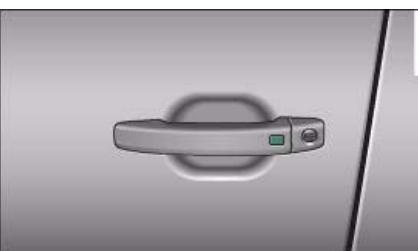

Fig. 24 Manilla de la puerta: Bloquear el vehículo
- Toque **una vez** el sensor que hay en la manilla de la puerta \Rightarrow página 33, fig. 24 para bloquear el vehículo \Rightarrow .